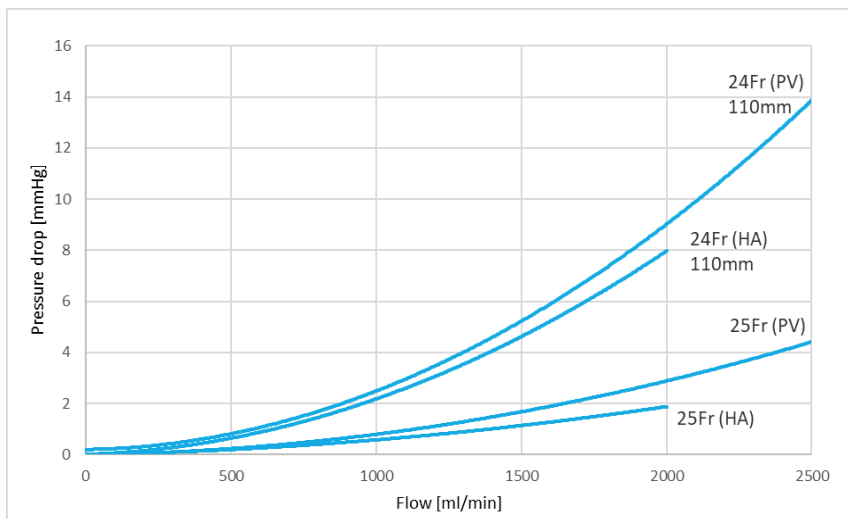

Figura 33 Queda de pressão em diferentes fluxos
- Um fio de sutura pode ser fixado na borda do reservatório e nas câmulas para garantir o posicionamento correto das câmulas e obter uma perfusão ideal (veja a Figura 33).
Cada cânula possui uma queda de pressão específica que está relacionada com o lúmen interno e o comprimento da cânula. A queda de pressão significa a diferença de pressão dentro da cânula em comparação com a pressão na saída. Ao optar por cânulas menores (<24 French), esteja ciente da queda de pressão e da necessidade de compensar a pressão definida pelo usuário para manter uma pressão de perfusão consistente. Veja a 40 e a Figura 33 para as curvas de dependência entre fluxo e pressão.